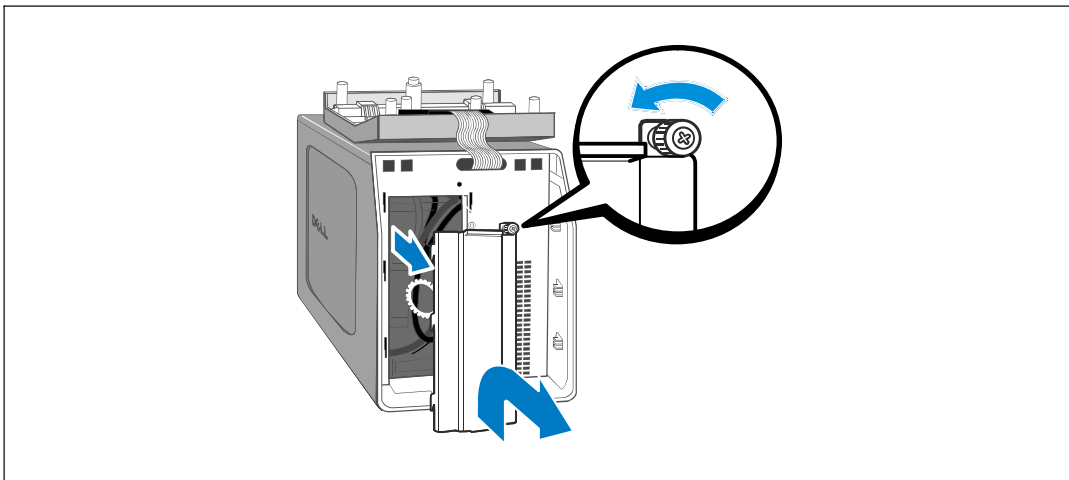

图 11. 取下电池盖
- 3 松开电池金属盖上的翼形螺钉，并提起以取下外盖( 参见图 11 )。